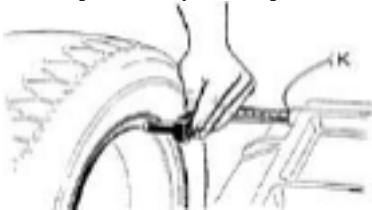

Fig.1
- ajustar el valor "a": mover el medidor a la posición de medición como se ilustra en la Fig.1, mantener el medidor quieto en la posición durante unos 4 segundos, se da la memorización exitosa, y luego poner el medidor de nuevo a la posición 0. (El valor medido en modo automático aparece en la pantalla). O pulse Dis+ y Dis - para ajustar 6 manualmente.